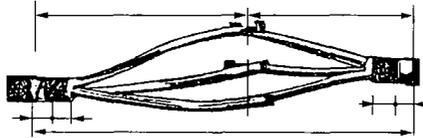

图 E-9
**Jb5E3007** 如图 E-9 所示, 标出 10kV 交联聚乙烯热缩电缆中间接头的制作尺寸。